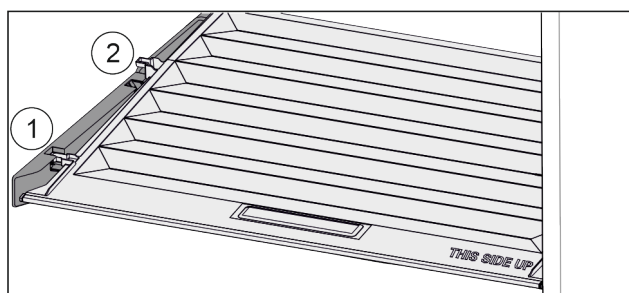

Fig. 43
- ▶ Deslice la tapa hacia delante hasta la abertura de las piezas de sujeción Fig. 43 (1).
- ▶ Levántela por detrás desde abajo y retírela tirando hacia arriba Fig. 43 (2).